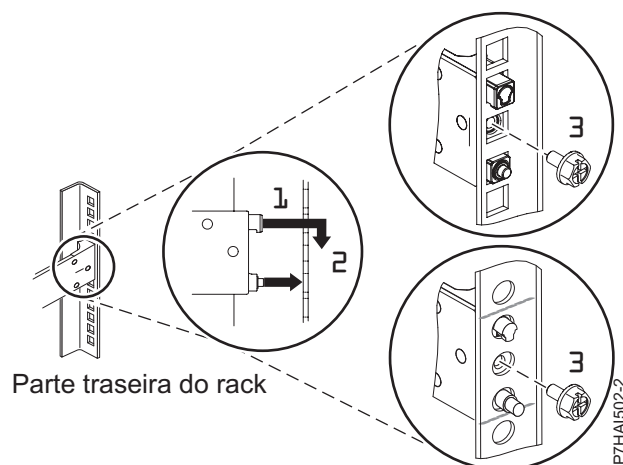

Figura 3. Alinhando e Encaixando os Pinos nos Orifícios na Parte Traseira do Rack
3. Alinhe os dois pinos localizados na parte traseira do trilho deslizante com os orifícios superior e inferior na unidade EIA selecionada que foi marcada anteriormente. Puxe o trilho deslizante em sua direção para inserir os dois pinos nos orifícios do rack (1) e abaixe o trilho deslizante (2) para encaixar o gancho no pino superior. Para obter detalhes, consulte Figura 3 na página 5. Assegure-se de que os dois pinos apareçam através dos furos do rack antes de prosseguir para a próxima etapa.